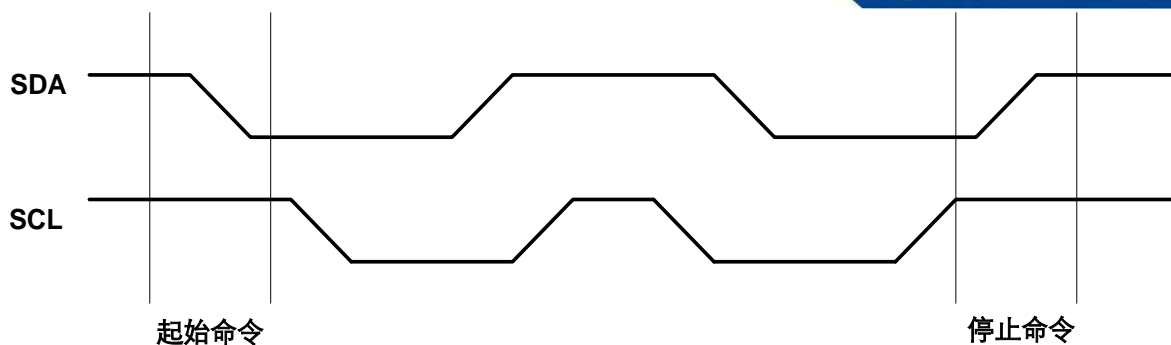

图 3-6 起始 (Start) 与停止(Stop)命令定义
**停止命令:** 当 SCL 为高, SDA 由低到高的变化被视为停止命令, 在一个读操作后, 停止命令会使 EEPROM 进入等待(参见图 3-6)。